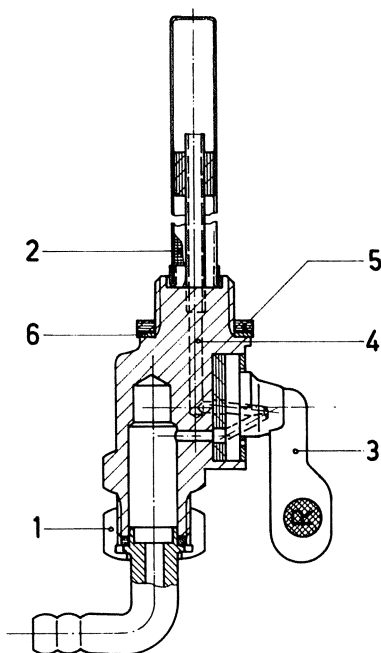

Fig. 8
2.5 REINIGUNG DES TREIBSTOFFHAHNES (Fig. 8)
- Schlauchnippelmutter (1) des Hahnes wegschrauben und Nippel entfernen
- EingangsfILTER (2) vom Treibstoffhahn trennen (nach oben herausziehen)
- Hebel des Treibstoffhahnes (3) in O-Stellung (offen) bringen und kompletter Hahn in Reinbenzin waschen
- Treibstoffzufuhr-Bohrung (4) ausblasen, dann mit Hebel auf R (Reserve) den Reserve-Kanal ausblasen.
2.5 NETTOYAGE DU ROBINET A CARBURANT (fig. 8)
- Dévisser l'écrou de la pipe de conduite (1) et démonter cette dernière.
- Démonter le filtre d'entrée (2) en le tirant vers le haut
- Placer le levier du robinet (3) en position O (ouvert) et laver le robinet complet dans de l'essence pure.
- Souffler le canal principal (4) puis en tournant le levier sur R (réserve) le canal de la réserve.